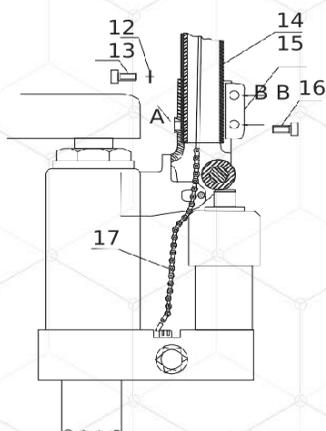

Figura 4
- A) Véala figura 4. Tómelas manija (No. 14) y retenga la cadena (No. 17) dentro de la manija a través de la apertura mediana del marco (No. 15) e inserte la manija en el marco.